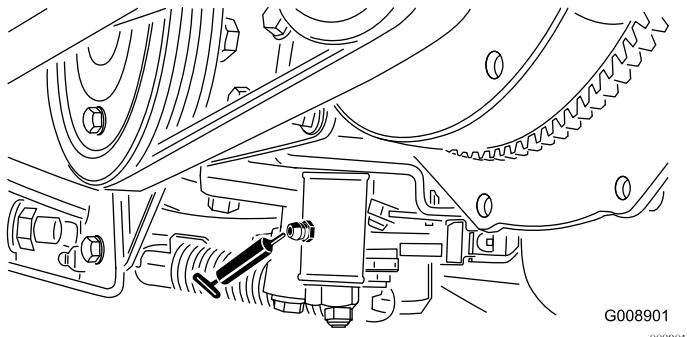

Bild 57
- LeerlaufEinstellung (Bild 57)